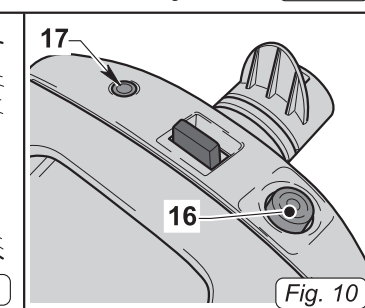

Fig. 10
- Premere l'interruttore (16 Fig. 10) per spegnere l'apparecchio.